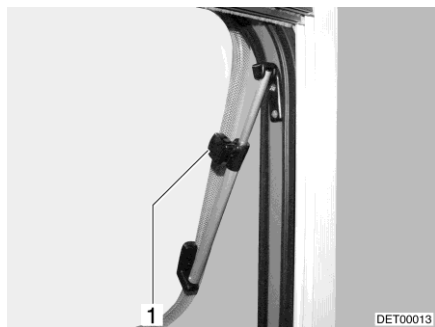

Fig. 115 Oblò con deflettori a rotazione, aperto
- Aprire l'oblò fino alla posizione desiderata e fissarlo mediante il pomello zigrinato (Fig. 115,1).
- Ruotare il pomello zigrinato (Fig. 115,1) fino a che l'arresto viene sbloccato.